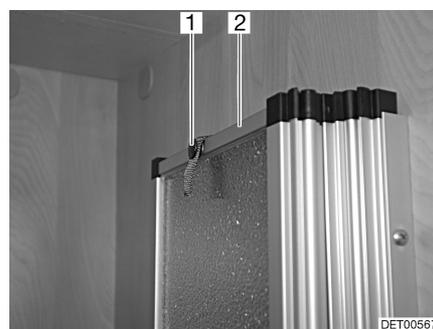

Fig. 87 Fixation, cloison de douche
- Détacher la sangle de retenue (Fig. 87,1) de la cloison de douche (Fig. 87,2) et ouvrir cette dernière.
- Plier la cloison de douche (Fig. 87,2) et la fixer avec la sangle de retenue (Fig. 87,1).